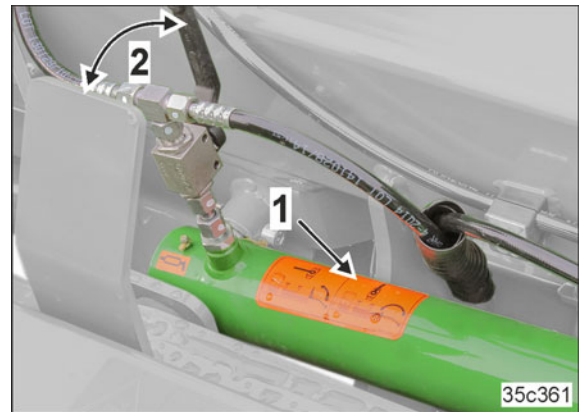
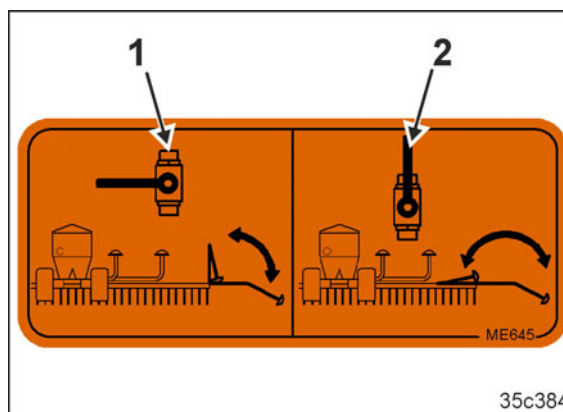

Bild 234
Bild 236
Ventilspaken (Bild 234/2) är till för att förinställa önskat spårmarkörsbyte (Bild 234/1).
1. Ventilspaken (Bild 234/2) står i läge 1 (Bild 236/1)
3. Ventilspaken (Bild 234/2) står i läge 2 (Bild 236/2)
1. Båda ventilspakar (Bild 234/2) står i läge 2 (Bild 236/2).